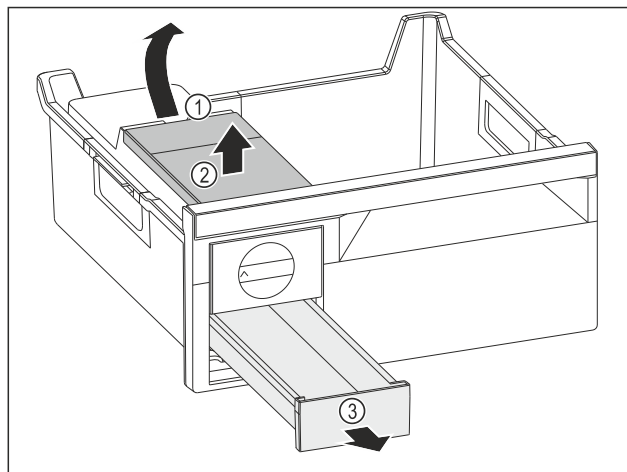

Fig. 85
- Wassertank entnehmen: Wassertank an der Ausparung Fig. 85 (1) anheben.
- Wassertank Fig. 85 (2) nach oben entnehmen.
- Eiswürfelschubfach Fig. 85 (3) nach vorne entnehmen.